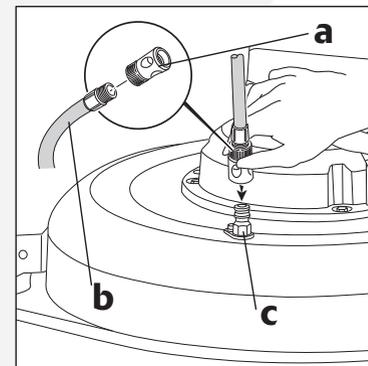

Fig. 22
2. Conecte la desconexión rápida (a) a la manguera de jardín (b) y luego conéctela al orificio de lavado (c) de la plataforma del cortacésped. (Fig. 22)